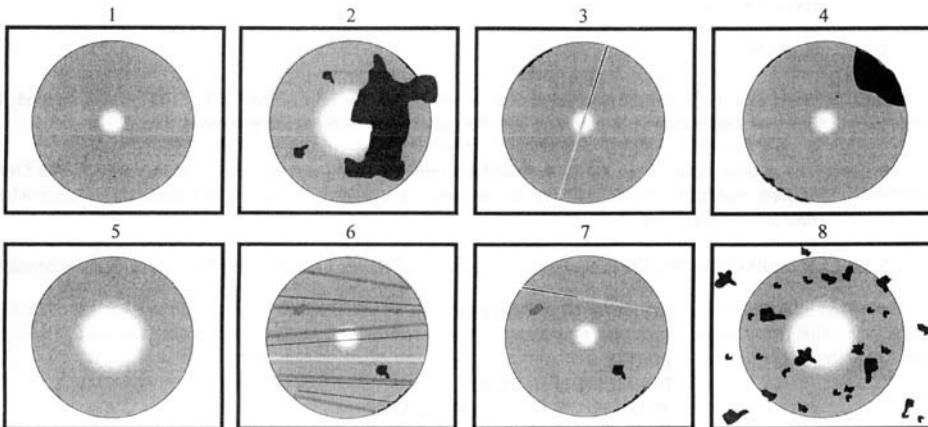

Рис.4. Примеры торцов волокна
2.0.1. OFS 300 является прочным, надежным, компактным микроскопом, предназначенным для полевого контроля коннекторов оптических кабелей (см. рис. 4). В оптическую схему микроскопа встроен защитный инфракрасный фильтр для защиты глаз при случайном подключении волокна с сигналом.
4.4. После того, как выполнена фокусировка, на увеличенном изображении можно увидеть состояние сердцевины и оболочки. На рис.4 показаны примеры торцов волокна, находящихся в разном состоянии, от отличного до очень плохого.